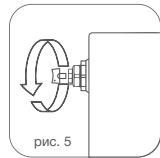

рис. 5
4. Для удаления воздуха из радиатора в верхней коллектор обязательно установка крана Маевского или автоматического воздухоотводчика. Для удаления воздуха через кран Маевского необходимо периодически (несколько раз в год) вручную стравливать его с помощью специального ключа* (рис. 5)